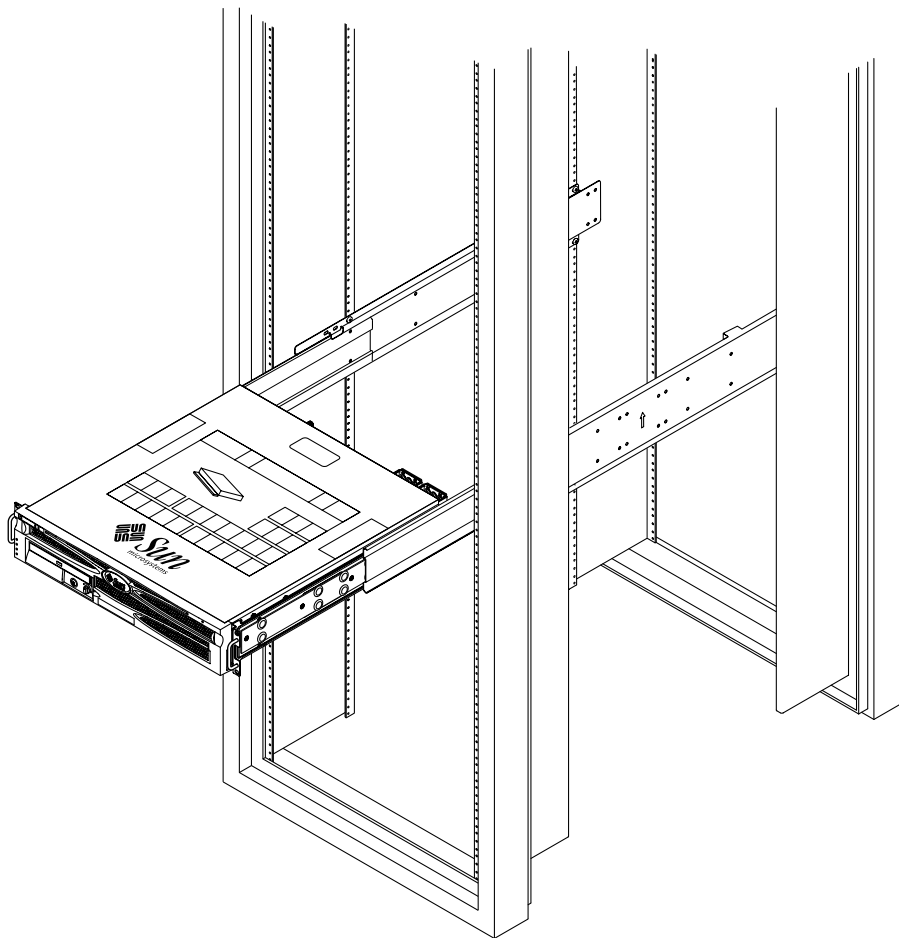

図 3-12 ラックへのシステムの挿入
14. スライドボタンを押して、ラック格納装置の中にシステムを完全に挿入します (図 3-12 を参照)。